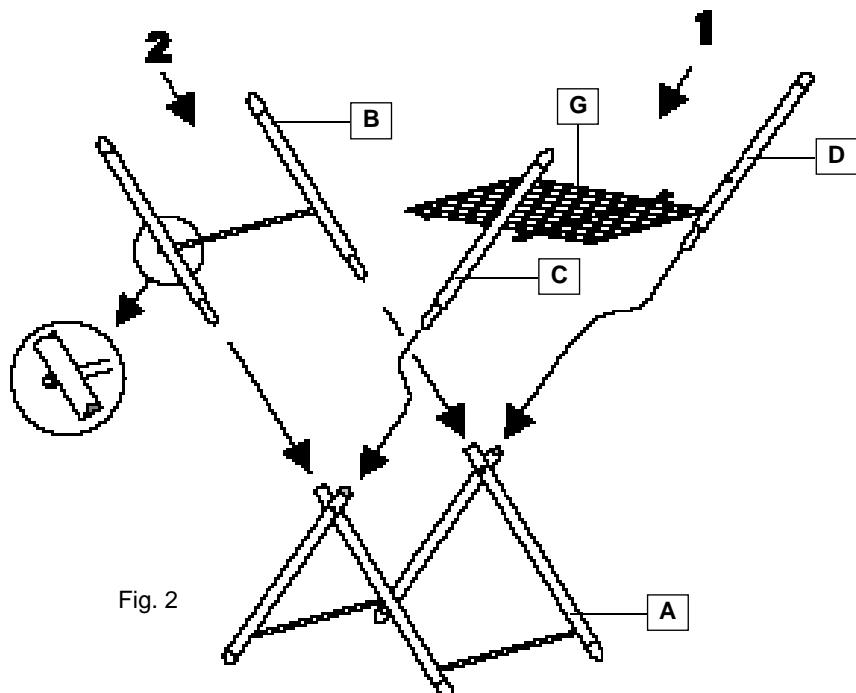

Fig. 2
- Colocar o braço externo B nas respectivas sedes das pernas do cavalete A prestando atenção que a travessa de união seja colocada como mostra a fig. 2.